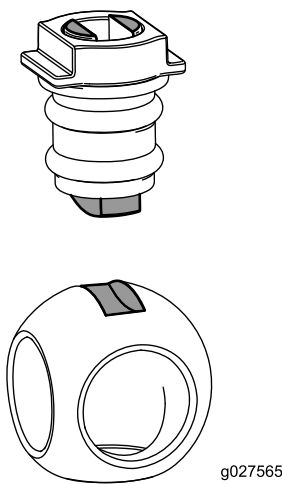

図 131
6. バルブボディーにボールを入れる 図 131。
注 バルブのステムはボール駆動スロットに収まります。収まらない場合は、ボールの位置を調節してください 図 131。